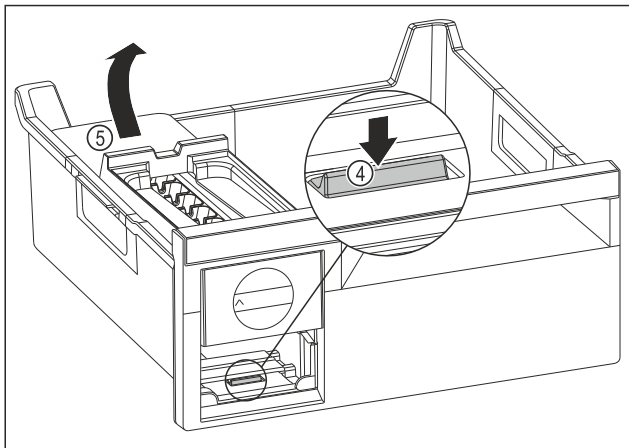

Fig. 96
- EasyTwist-Ice-corpus wegnemen: Strip Fig. 96 (4) met uw vinger omlaag drukken en gelijktijdig met de andere hand de EasyTwist-Ice-corpus Fig. 96 (5) van achteren optillen.